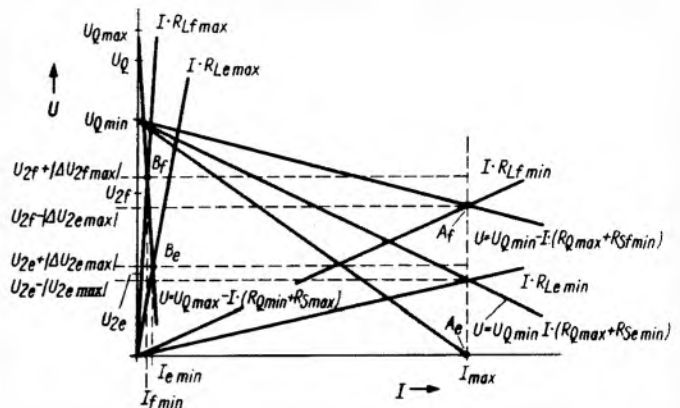

Bild 6. Kennlinienfeld für stabilisierte, einstellbare Ausgangsspannung, R_S veränderlich
3.2.1 Einstellung von U_2 durch Ändern von $R_{S \min}$ (Bild 6) Nebenbedingungen:
Der Endzustand sei gekennzeichnet durch $U_{2e} = 0$, dafür ist $R_{Se \min}$ zu bestimmen; Punkt A_e (Bild 6). Der andere Endzustand sei gegeben durch $R_{Sf \min} = 0$. Es ist zu bestimmen: